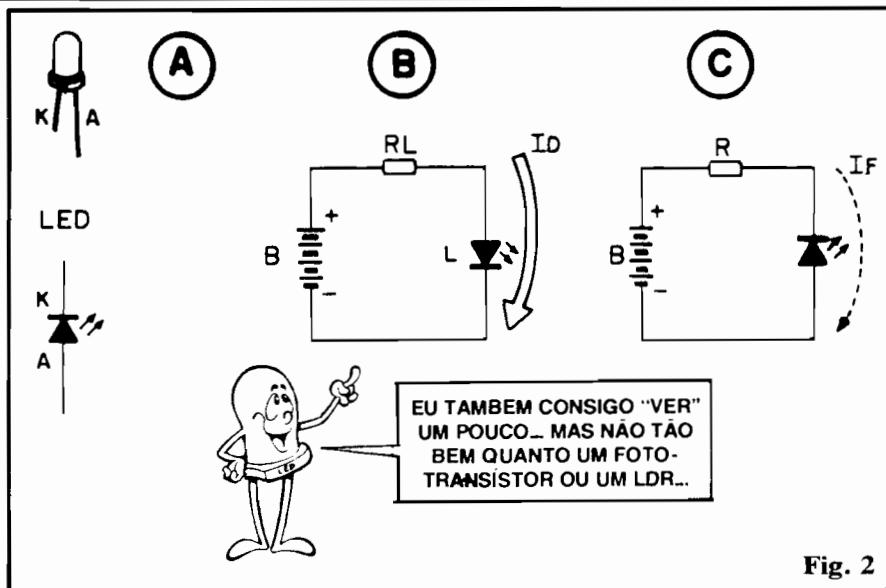

Fig. 2
- FIG. 2-A - O "velho" e comum LED (visto na "Aula" nº 5), em aparência, símbolo e pinagem. O "corpo" é, obviamente, "permeável" à LUZ, transparente ou translúcido, permitindo que a radiação luminosa gerada na junção, pela passagem da corrente em polarização **direta**, "saia para o exterior" (se assim não fosse, tudo se passaria como uma pequena lâmpada acesa **dentro** de uma caixa hermética e opaca... De nada serviria...).
- FIG. 2-B - Num LED sob corrente **direta** (alimentação pela fonte B sob polaridade "certa"...), a LUZ é emitida. A corrente direta ( $I_D$ ) é normalmente limitada e parametrada pela presença, em série, do resistor  $R_L$ ... Na prática, a corrente  $I_D$  é **tão intensa** quanto o permitir o próprio valor de  $R_L$  (ver Lei de OHM), podendo chegar a níveis mais ou menos elevados, desde que não "estoure" os limites inerentes ao LED (se "passar" do que o dito cujo "aguenta", ele "queima"...).
- FIG. 2-C - Se, contudo, num arranjo semelhante ao da fig. anterior, colocarmos o LED sob polaridade **inversa**, não teremos a emissão de LUZ. Na prática, no dia-a-dia dos cálculos e das aplicações, consideramos que - nessa circunstância - não há circulação de corrente... No entanto, **HÁ!** **Muito** pequenina, **muito** "fraquinha", mas **HÁ!**... Trata-se de uma minúscula Corrente de Fuga (inversamente "vencendo" a enorme barreira da junção semicondutora do LED, agora "invertida"...). Na casa dos picoampéres (pouca coisa maior do que "nada"...), mas, seguramente, **PASSANDO PELO LED!**